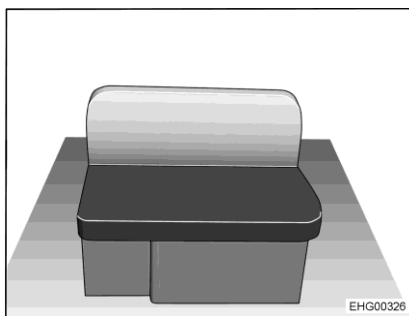

Fig. 19 Banquette longitudinale, droite
- Retirer les coussins d'assise et de dossier de la banquette longitudinale (Fig. 19).